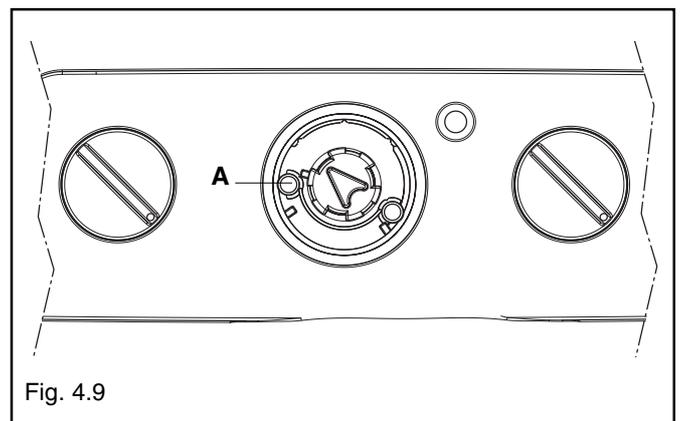

Fig. 4.9
- al final de la fase de encendido lento se puede regular, en un tiempo máximo de 30 segundos, la potencia mínima de calefacción utilizando un pequeño destornillador a través del agujero (A) que corresponde al potenciómetro P4 (fig. 4.9)